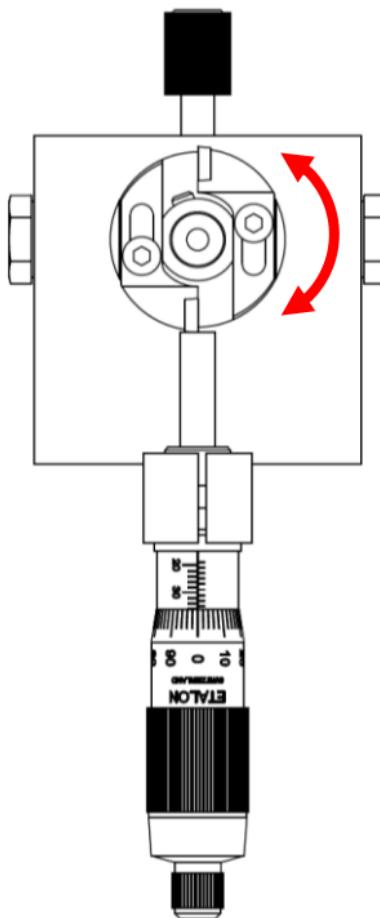

Fig. 4
5. Schieben Sie jetzt den Stahlhalter hinaus, bis die Hartmetall-Wendeplatte mit der Spitze ansteht. Schrauben Sie die Inbusschraube in dieser Position fest. (Fig. 4)
5. Now slide out the steel holders until the hard metal turnover plate is at the same level as the tip. Tighten the Allen screw in this position. (Fig. 4)